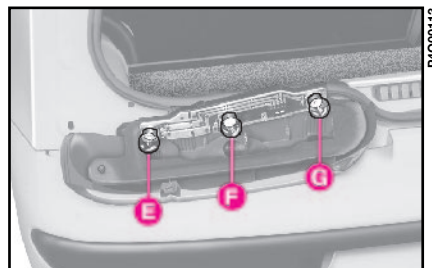

fig. 27
3) saque las lámparas **fig. 27**, empujándolas ligeramente y girándolas hacia la izquierda;